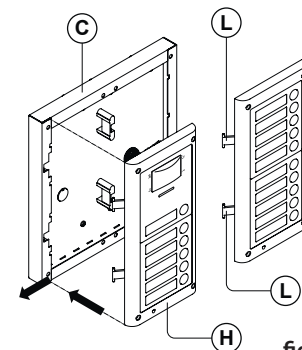
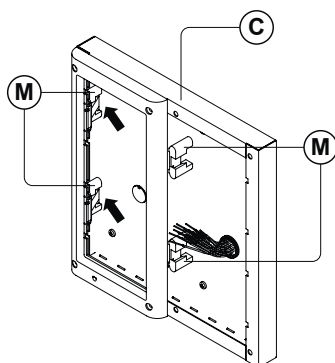

fig. 7
fig. 8
5. When you have more than one support frame, hook the support frame to the surface box starting from the left. For convenience we will described how to attach the left frame but the same must be carried out for the right frame. As shown in **Fig. 7**, hook the module support frame **(H)** (complete with modules) to the surface box **(C)** moving the frame as suggested from pointers. Ensure that the pivots **(L)** (**Fig. 7**) go inside the relevant housing **(M)** as shown in **Fig. 8**;
5. Quando sono necessari più di un supporto moduli, questi vanno agganciati alla scatola da superficie partendo da quello più a sinistra. Per praticità verrà descritto come procedere con il supporto di sinistra, ma naturalmente le stesse operazioni valgono anche per quello di destra. Come mostrato in Fig. 7, agganciare il supporto moduli **(H)** (completo di moduli) alla scatola da superficie **(C)**, muovendolo come suggerito dalle frecce. Fare attenzione che i perni **(L)** (Fig. 7) si inseriscano nei relativi alloggiamenti **(M)** come mostrato in Fig. 8;
5. Lorsque plusieurs supports modules sont nécessaires, ils doivent être accrochés au boîtier de surface en partant de celui se trouvant le plus à gauche. Pour des raisons de praticité sera décrite la manière de procéder avec le support de gauche, mais naturellement les mêmes opérations sont valables également pour celui de droite. Comme illustré sur la Fig. 7, accrocher le support modules (H) (complet de modules) au boîtier de surface (C), en le bougeant comme suggéré par les flèches. Faire attention à ce que les pivots (L) (Fig. 7) s'insèrent dans les logements correspondants (M) comme illustré sur la Fig. 8 ;